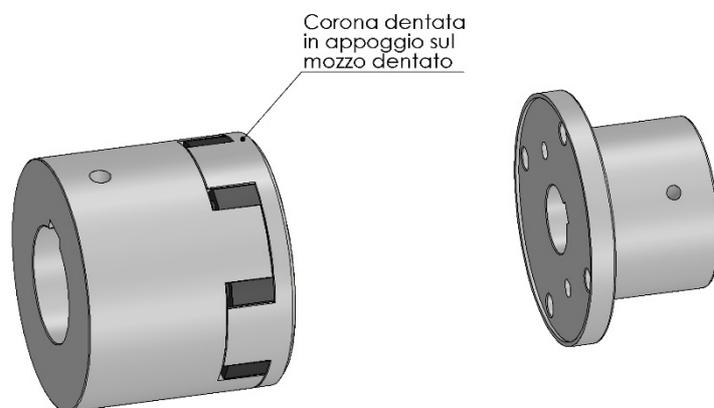

Fig.4
3. Procedere quindi al posizionamento della corona dentata fino quasi a toccare il mozzo dentato in modo che ci sia la luce sufficiente per inserire lo spaziatore (fig.4)